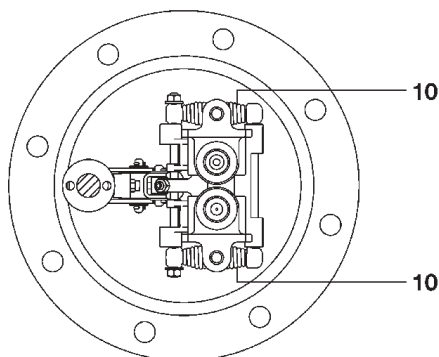

Fig. 9
3. Controllare visivamente le molle (particolare 10, fig.9); in caso di danneggiamento procedere alla sostituzione come segue. Togliere i dadi e le rondelle e sfilare i gruppi molla dai loro alberini. Effettuare la sostituzione con dei nuovi gruppi molla (vedere il punto 5e, regolazione della molla) ed rimontare utilizzando rondelle e dadi nuovi; sulle filettature dell'albero applicare adesivo Loctite 620.